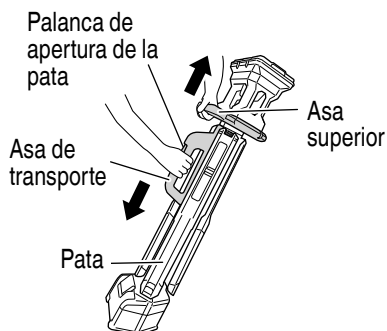

Fig. 10
- (1) Sostenga el asa superior y el asa de transporte con ambas manos, luego presione la palanca de apertura de la pata para bajar el asa de transporte y abra las patas hasta que ellas se bloqueen en posición. (Fig. 10)